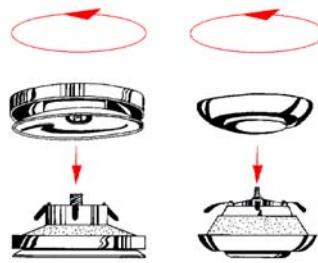

Fig. 8
4. Reinigung der Abluftventile und Luftauslässe (sofern erforderlich) Fig. 8
4. Cleaning extract louvres and inlet diffusers (as necessary) Fig. 8